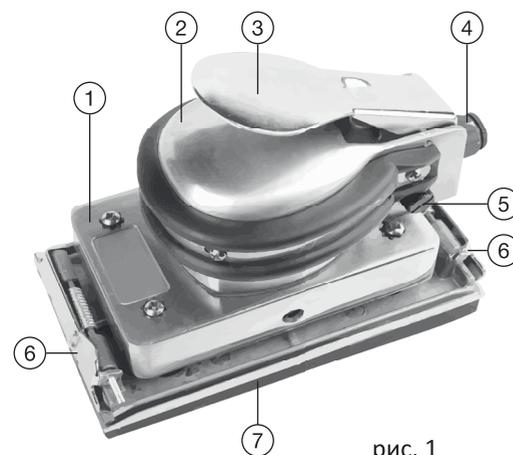

рис. 1
- слегка нажимая на шлифовальный лист, чтобы он лучше прилипал к основанию, вставьте другой конец листа в задний зажим 6 (рис. 1), зафиксируйте зажим.
3. С помощью регулятора 5 (рис. 1) можно установить желаемую частоту вращения шлифовального круга (путём контроля расходуемого воздуха):
5. Каждый раз перед использованием следует проверять затяжку болтов и гаек системы подачи воздуха. Проверяйте исправность регулятора подачи воздуха 5 (рис. 1). Перед техническим обслуживанием или ремонтом шлифмашина должна быть отключена от сети подачи воздуха. Несоблюдение мер предосторожности может привести к травмам и тяжёлым последствиям.